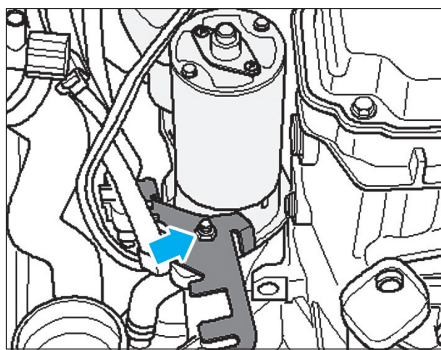

FIG. 10
- l'écrou (Fig.10), puis retirer le support de câbles électriques,